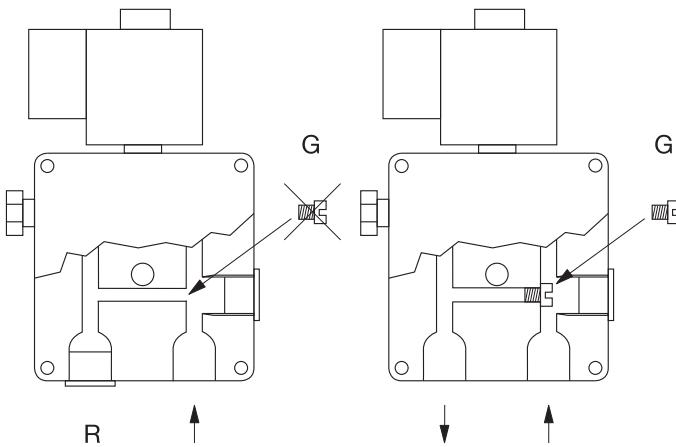

Abbildung 11 / Figure 11
Die Errichtung und Ausführung der Anlage hat nach DIN 4755 zu erfolgen. Örtliche Vorschriften sind zu beachten. Die Ölleitung ist soweit an den Brenner heranzuführen, daß die Ölschlüsse zugentlastet angeschlossen werden können. In die Verbindung ist saugseitig ein Ölfilter mit Schnellschlußhahn einzubauen. In die Rücklaufleitung ist ein Rückschlagventil zu installieren. Der Brenner kann im 1- und 2-Rohr-System betrieben werden. Serienmäßig wird der Brenner für 2-Rohr-Systeme geliefert. Das Vakuum in der Saugleitung darf 0,4 bar nicht überschreiten. Bei einer Saughöhe über 3,5 m muß eine Ölförderpumpe eingebaut werden. Beim Betrieb mit Ölförderpumpe oder wenn der Öltank höher liegt als die Brennerpumpe, muß der Brenner im 1-Rohr-System betrieben werden. Wird der Brenner im 1-Rohr-System betrieben, muß an der Brennerpumpe der Rücklauf R verschlossen werden und die Schraube G ist unbedingt zu entfernen (siehe Abb. 11).
The construction and installation of the system is to be carried out according to DIN 4755. Local regulations are to be observed. The oil line is to be installed to the burner such that the oil hoses can be connected without any tension. An oil filter with a quick-close valve is to be installed in the connection on the suction side. A return check valve is to be installed in the return flow line. The burner can be operated in a 1 and 2 pipe system. The burner is delivered for a 2-pipe system as standard. The vacuum in the suction line may not exceed 0.4 bar. With a suction height of more than 3.5 m, an oil circulation pump must be installed. With operation with an oil circulation pump or if the oil tank is located higher than the burner pump, the burner must be operated as a 1-pipe system. If the burner is operated as a 1-pipe system, the return flow R must be closed at the burner pump and screw G must be removed (see fig. 11).
- Vérifier et éventuellement régler les références de position des électrodes d'allumage (Cf. fig. 11). Mettre ensuite le brûleur en position de service et visser la vis de service.
La construction et l'installation du système doivent être réalisées conformément aux normes DIN 4755. Respecter les prescriptions locales. La conduite de fioul doit être amenée suffisamment près du brûleur pour que les tuyaux puissent être raccordés sans contraintes. Dans la conduite, côté aspiration, monter un filtre à fioul muni d'un robinet à fermeture rapide. Installer une soupape de retenue dans la canalisation de retour. Le brûleur peut fonctionner avec le système à 1 ou à 2 conduites. En série, le brûleur est prévu pour fonctionner avec un système à deux conduites. Le vide dans la conduite d'aspiration ne doit pas dépasser 0,4 bar. En cas de puissance d'aspiration supérieure à 3,5 m, il faut monter une pompe d'alimentation de fioul. En cas de fonctionnement avec une pompe de circulation, ou lorsque la cuve à fioul est placé plus haut que la pompe du brûleur, le brûleur doit fonctionner sur la système à une conduite. Lorsque le brûleur fonctionne sur le système à une conduite, la canalisation de retour R doit être fermée sur la pompe du brûleur, et il faut impérativement retirer la vis G (Cf. fig. 11).